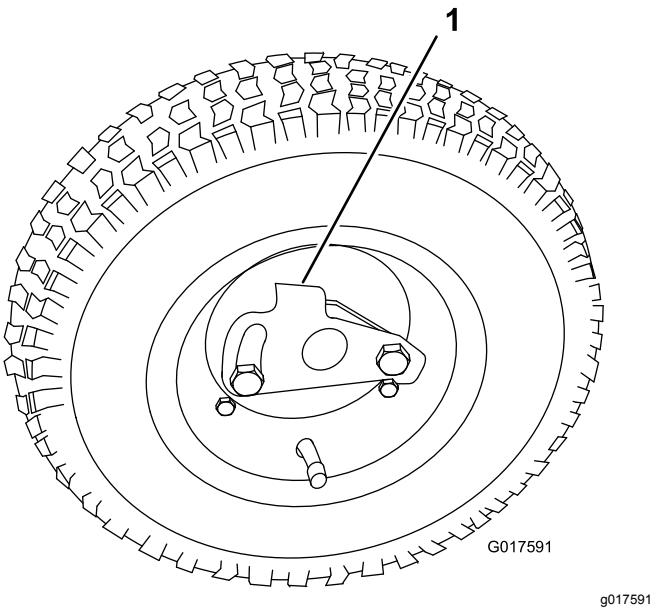

Figura 10
3. Ruotate la clip di bloccaggio della ruota allontanandola dal centro della ruota e lasciandola scorrere più in là sull'assale (Figura 10).